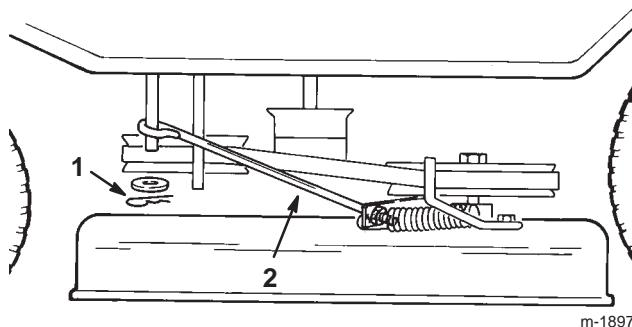

Bild 41
17. Stecken Sie die Mähwerkstange in den Messerregelalarm und befestigen Sie ihn mit einer Scheibe und einem Splint (Bild 41).